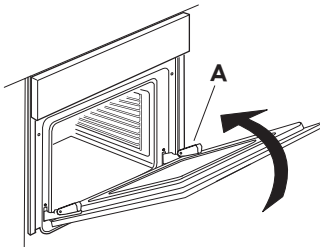

fig. 2
3. Sluit de deur tot de blokkering (A), til hem op (B) en draai hem (C) tot de deur loshaakt (D) (Fig. 2, 3, 4).